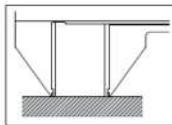

рис. 2
- Вертикальный штангензубомер установлен в нулевое положение на пластине (рис.2). Вертикальный нониусный зажим и горизонтальные нониусные зажимы соприкасаются с пластиной, нажмите кнопку "0", чтобы установить ноль.